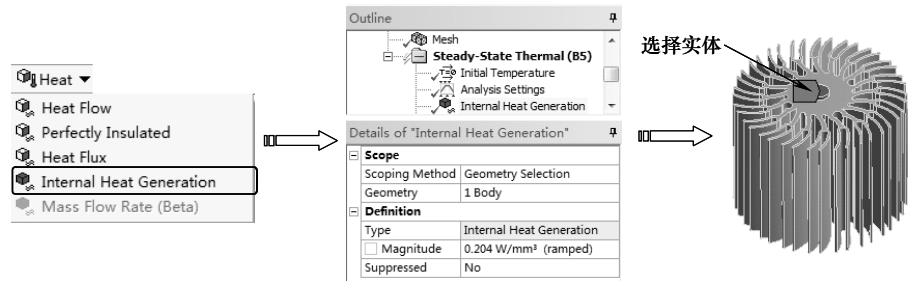

图 11-15 施加内部热生成
(4) Internal Heat Generation (内部热生成) 内部热生成为体积载荷，只能施加在体上，可以模拟单元内的热生成，比如化学反应生热或电流生热，单位为 W/m^3 ，如图 11-15 所示。正的热负荷将会向系统添加能量，如果有多个载荷存在，其效果是累加的。